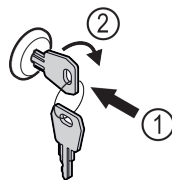

Fig. 167 Voorbeeld
- Sleutel erin duwen Fig. 167 (1).
- Sleutel 90° rechtsom draaien Fig. 167 (2).